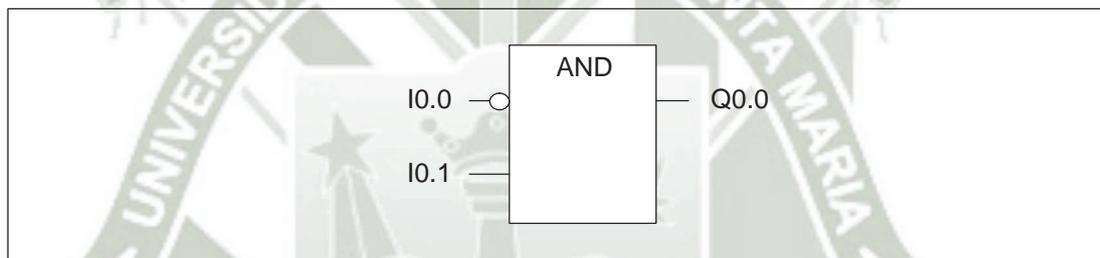

Figura 8-2 Diagrama FUP de la condición lógica NOT
**Símbolo de negación en FUP:** La condición lógica NOT del estado del operando o la corriente que circula por la entrada se representa mediante un pequeño círculo en la entrada de una operación FUP. En la figura 8-2, Q0.0 es igual al NOT de I0.0 AND I0.1.